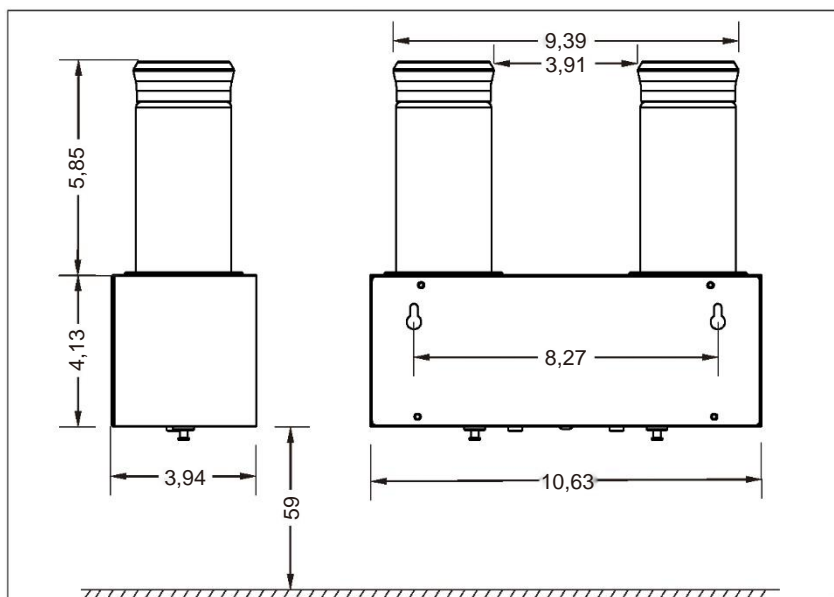

Figure 7 (unité : pouces)
1. Commencez par percer deux trous de 8 mm de diamètre à une hauteur de 1,5 mètre au-dessus du sol en laissant un espace de 210 mm entre chacun. Insérez ensuite les bouchons en caoutchouc et les vis de serrage (ST4\*25). Fixez la pompe à arôme sur les vis, comme illustré sur la figure 7.